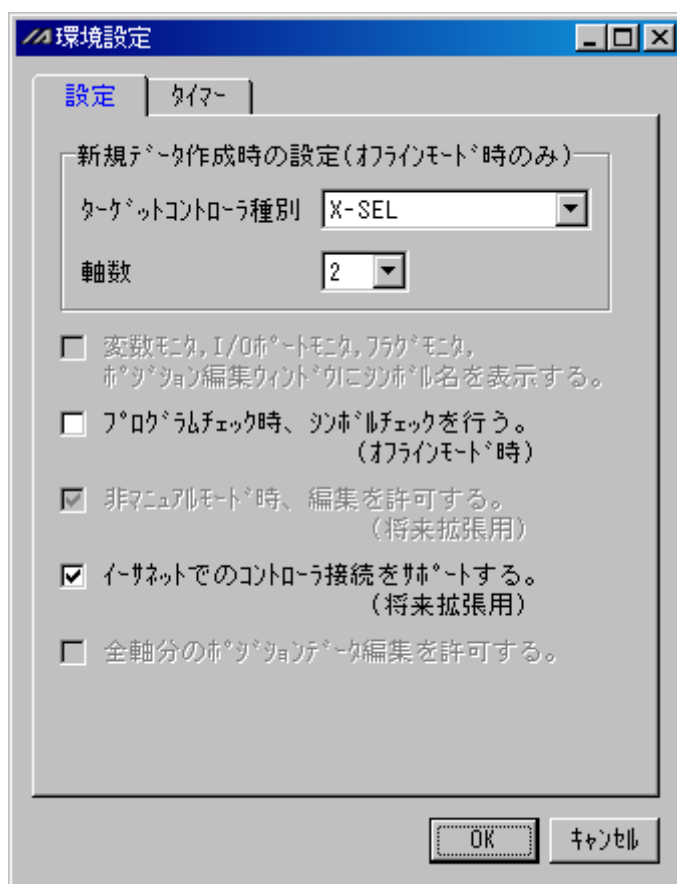

図 5
- (3) メニュー「ツール」→「環境設定」の「設定」タブにて、「イーサネットでのコントローラ接続をサポートする。(将来拡張用)」のチェックボックス(図 5 参照)がチェックされている場合のみ、イーサネットでの接続が可能となります。(パソコン対応ソフト V2.1.0.4 以降)